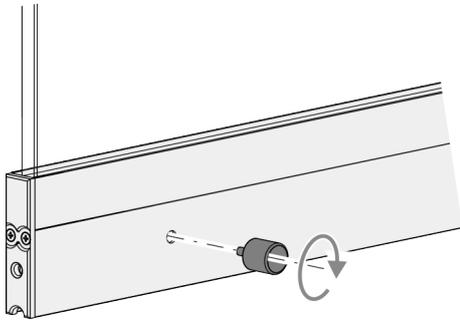

Abb. 10: Anschlagpuffer montieren
2. Alle Anschlagpuffer einstecken und festdrehen (Abb. 10).